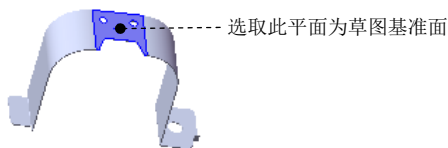
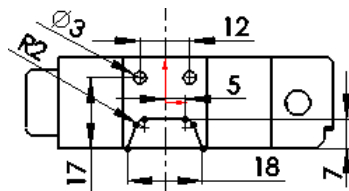
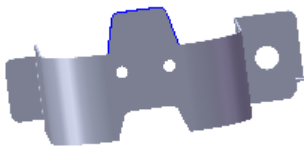
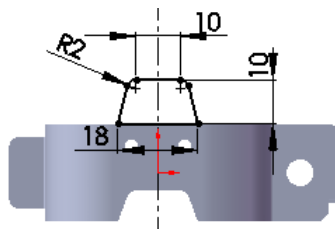

图 7.7.34 切除-拉伸 2
图 7.7.35 横断面草图
图 7.7.36 薄片 1
图 7.7.37 横断面草图
Step7. 创建图 7.7.34 所示的钣金特征——切除-拉伸 2。选择下拉菜单 **插入(I) → 切除(C) → 拉伸(E)...** 命令；选取图 7.7.34 所示的模型表面为草图基准面，绘制图 7.7.35 所示的横断面草图；在 **方向1** 区域中选中 ☒ **与厚度相等(L)** 复选框与 ☒ **正交切除(N)** 复选
Step8. 创建图 7.7.36 所示的钣金特征——薄片 1。选择下拉菜单 **插入(I)**  **钣金(H)**  **基体法兰(A)...** 命令；选取图 7.7.34 所示的模型表面为草图基准面，绘制图 7.7.37 所示的横断面草图；完成薄片 1 的创建。